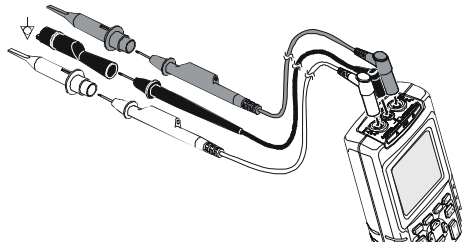

Рис. 9-3 **Заземление незэкранированным заземляющим проводом**
- При измерении сопротивления (Ω), проверке цепей на отсутствии разрывов, тестировании диодов и измерении емкости следует использовать черный неэкранированный заземляющий провод, подключаемый к гнезду COM. (См. рис. 9-3.)